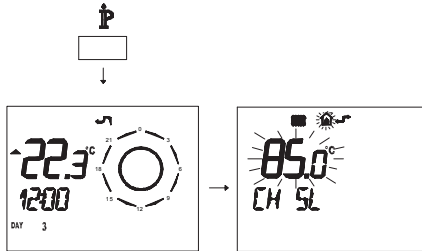

Fig. 5.74
- Premere per più di 3 secondi il pulsante **P** para per entrare in modalità **INFO** (Fig. 5.74).